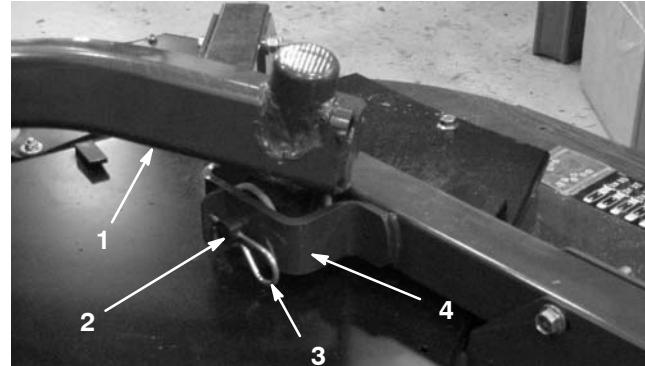

Bild 23
4. Nehmen Sie die Splints und Lastösenbolzen ab, mit denen die Hubarme an den Halterungen der Laufradarme befestigt sind (Bild 23).